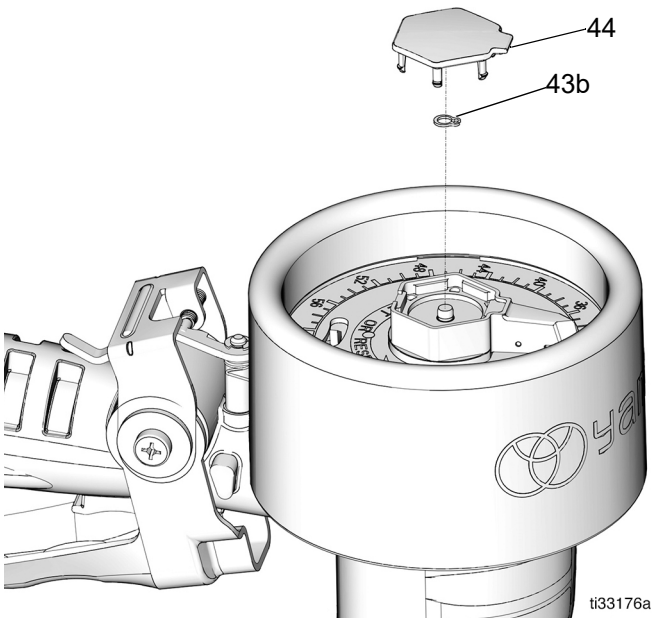

図 8
2. カバー (44) を外し、リテーナー (43b) を取り外します(図 8)。